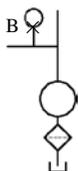
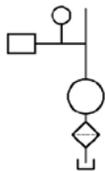

图 17.8.11 绘制圆（二）
图 17.8.12 绘制矩形（二）
(4) 绘制圆。选择下拉菜单 **绘图** \rightarrow **圆** \rightarrow **圆心、半径** 命令，捕捉图 17.8.11 所示的点 B（不要单击），向上移动光标，在命令行中输入数值 9 后按 **Enter** 键，再输入半径 9 后按 **Enter** 键结束操作。结果如图 17.8.11 所示。
(5) 绘制矩形。
① 用 **绘图** \rightarrow **矩形** 命令绘制矩形，其长度值和宽度值分别为 28 与 20。
② 移动矩形。用 **修改** \rightarrow **移动** 命令，并结合“对象捕捉”命令，使矩形右边线中点与水平直线的左端点重合。结果如图 17.8.12 所示。